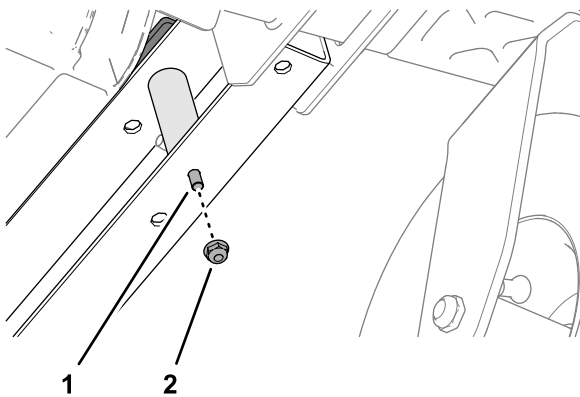

**Bild 9**
- 2. Befestigen Sie die Halterung mit einer Bundkopfschraube ( $\frac{5}{16}$ " x  $\frac{3}{4}$ " ) an der Seite der linken Rahmenschiene (**Bild 9**).